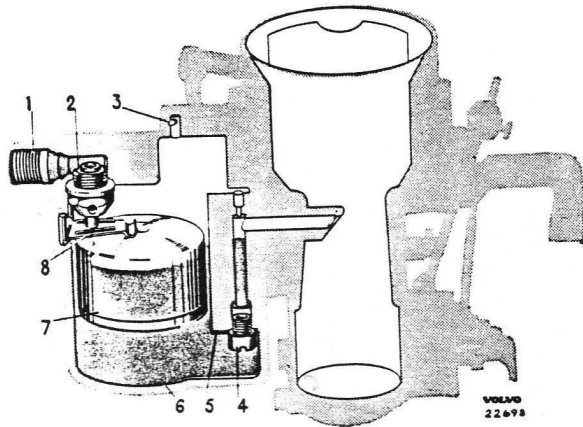
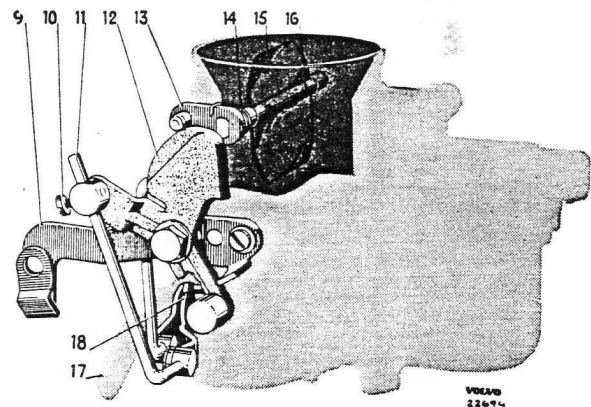

Bild 1-10. Schwimmereinrichtung
Bild 1-11. Kaltstart und Schnell-Leerlauf
Der Schwimmer gewährleistet den richtigen Stand des Kraftstoffspiegels. Wenn die Kraftstoffmenge bis zum richtigen Spiegelstand gestiegen ist, wird der Schwimmer (7, Bild 1-10) angehoben und stösst die Ventilschraube (12, Bild 1-11) an, so dass der Kraftstoffzufluss gesperrt wird. Beim Sinken des Kraftstoffspiegels wiederholt sich dieser Vorgang in entgegengesetzter Reihenfolge.
Beim Anlassen des Motors im kalten Zustand wird zwecks Anreicherung des Kraftstoff/Luftgemischs ein Kaltstartzug benutzt, der mit einem Zugknopf am Armaturenbrett betätigt wird. Wenn beim Kaltstart des Motors der Zugknopf herausgezogen wird, bewegt sich der Nockenhebel (12, Bild 1-11). Hierdurch wird der Impuls über die Feder (14) an der Welle auf die Luftklappe (15) übertragen, so dass sich diese schliesst, wodurch ein stärkeres Vakuum und folglich eine grössere Kraftstoffabgabe erzielt